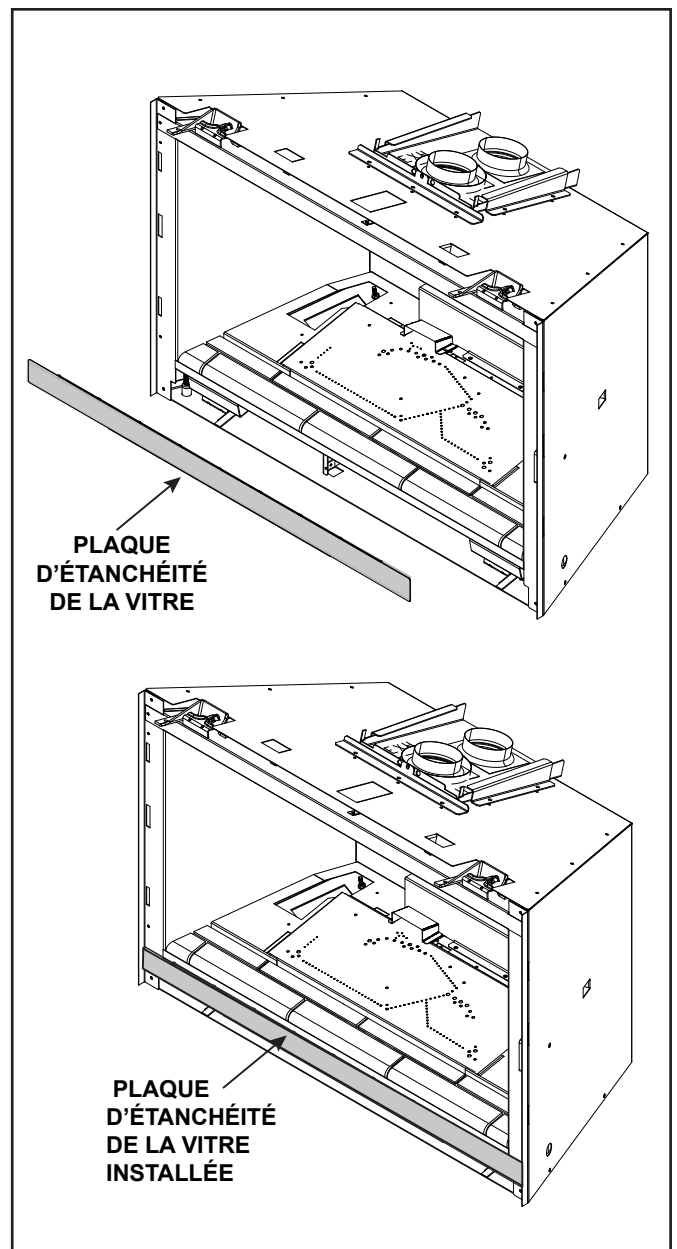

Figure 3.6 Plaque d'étanchéité de la vitre
- Vérifier que la plaque d'étanchéité de la vitre est bien installée. Voir la figure 3.6.